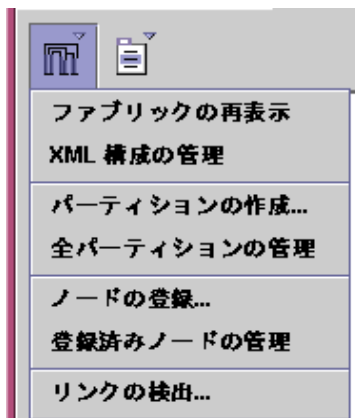

図 8-1 「ファブリック」メニューの「リンクの検出」オプション
4. 「ファブリック」->「リンクの検出」コマンドを選択します (図 8-1 を参照)。